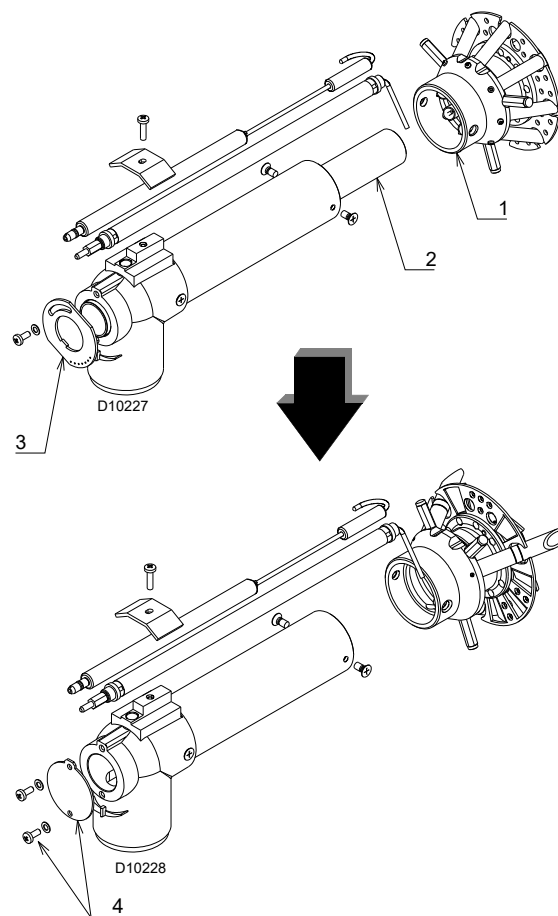

Рис. 1
- Замените узел распределителя 1)(Fig. 1) на узел, предназначенный для работы на сжиженном газе, из комплекта поставки.
- Замените кольцо 3) на заглушку 4)(Fig. 1) из комплекта поставки.